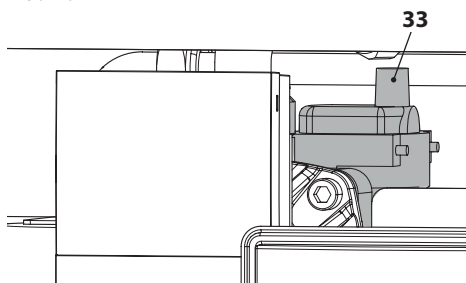

Figura 9.12
- Per facilitare lo svuotamento, svitare il tappo 33 della valvola di sfiato automatica in Figura 9.12.